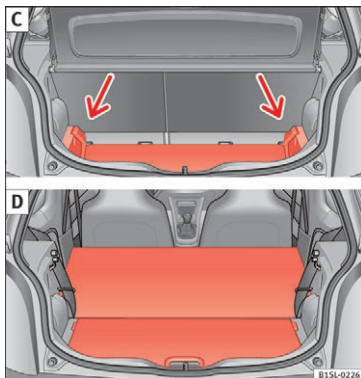

Fig. 139 C: udvidelse af bagagerum nedad.
- Løft bagagerumsbunden, og tryk den nedad i skinnen » **Fig. 139 C** (pile).